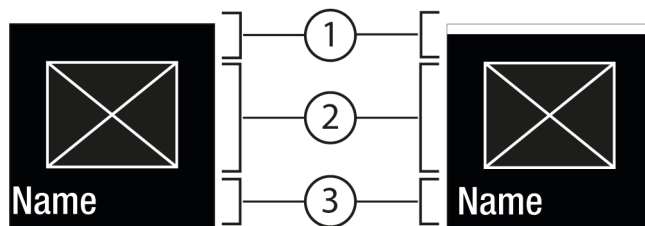
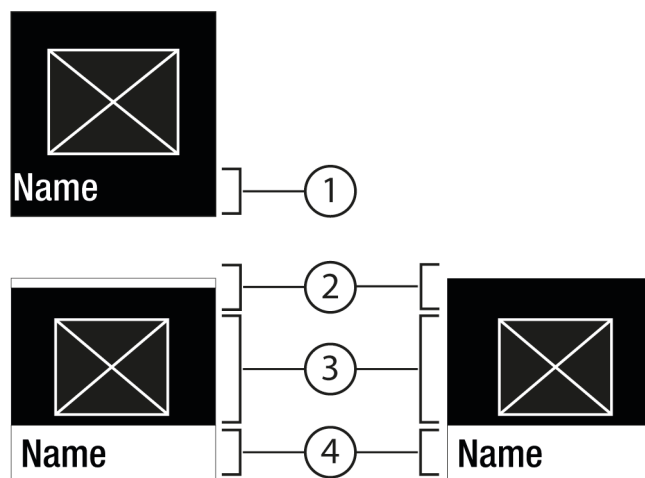

Fig. 6
Fig. 7
- Pomocí Potvrzení Fig. 5 (2) vyvolejte podmenu Fig. 7 (4).
- Nastavení nové hodnoty: Vyberte pomocí Potvrzení Fig. 5 (2) deaktivovanou hodnotu Fig. 6 (1).
- Zpět do menu: Vyberte pomocí Potvrzení Fig. 5 (2) již aktivovanou hodnotu Fig. 6 (2).
- ▷ Stav: aktivováno *Fig. 6 (1)* se krátce zobrazí v podmenu *Fig. 7 (4)*.